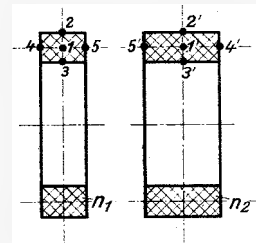

Bild 13. Zwei Spulen, parallel, koaxial, Wicklungsquerschnitte groß und verschieden
**Fall 3d. Zwei Spulen, koaxial, parallel, gleicher Durchmesser, verschieden großer, rechteckiger Wicklungsquerschnitt groß im Verhältnis zu den anderen Abmessungen (Bild 13)**